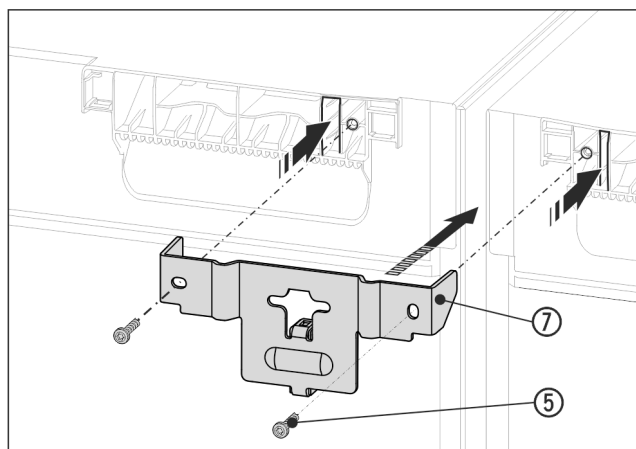

Fig. 15 Примерно изображение
- ▶ Вкарайте ъгъла Fig. 15 (7) с дистанционера между уредите и езичетата в тавана на уреда. Завинтете с 2 винта Fig. 15 (5).